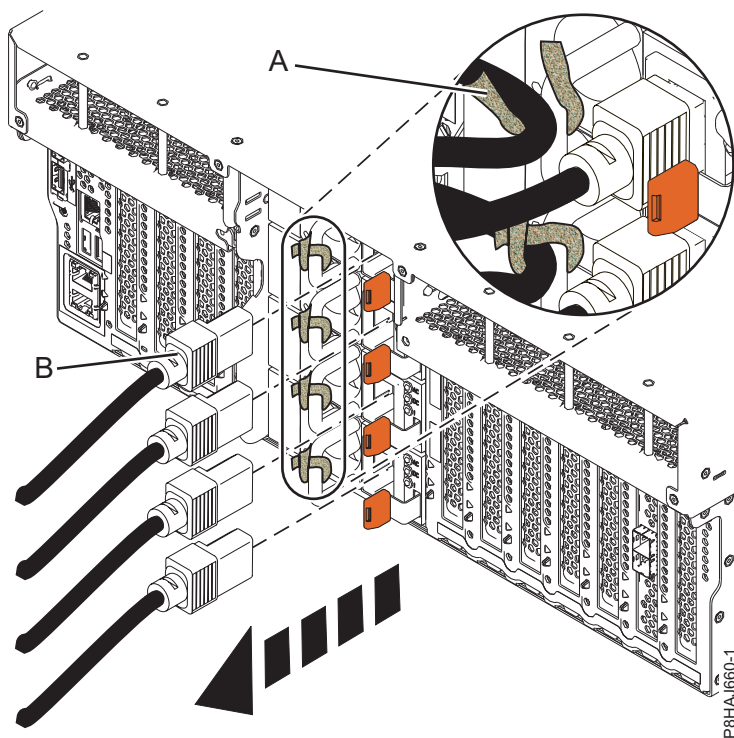
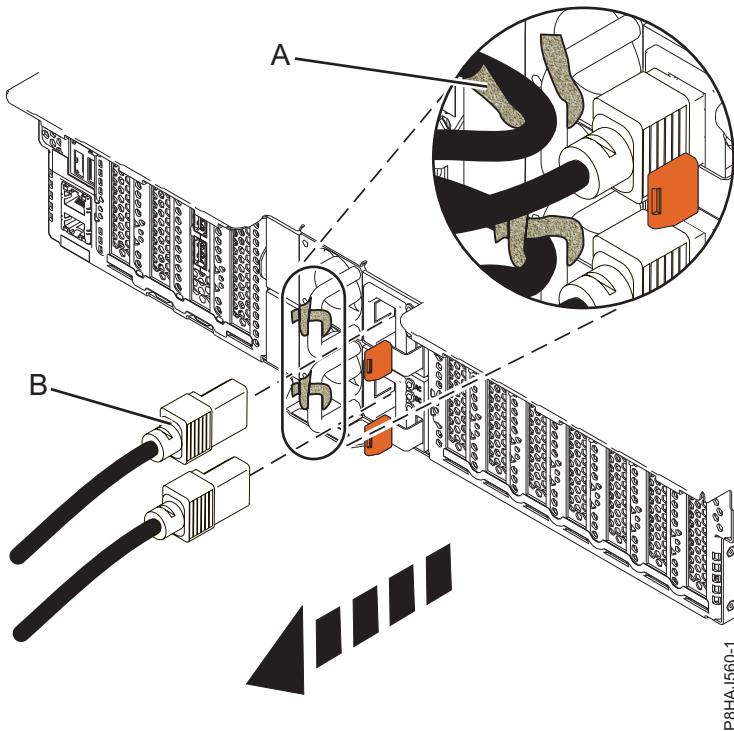
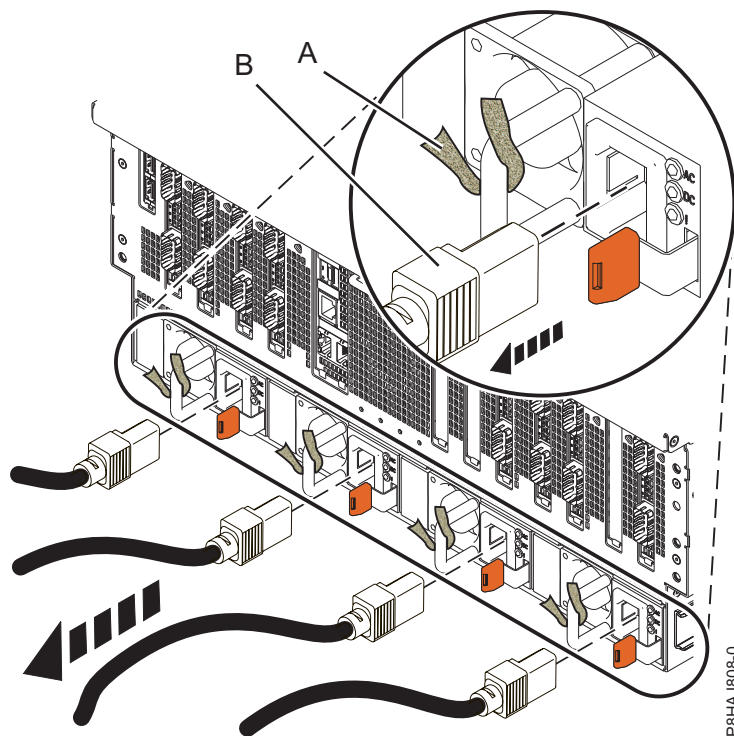

Figura 53. Removendo os cabos de energia de um sistema 8247-42L, 8286-41A ou 8286-42A
Figura 54. Removendo os cabos de energia de um sistema 5148-21L, 5148-22L, 8247-21L, 8247-22L, 8284-21A ou 8284-22A
Figura 55. Removendo os cabos de energia de um sistema 8408-44E ou 8408-E8E
- Desconecte os cabos de energia **(B)** da unidade de sistema. Consulte Figura 53 na página 64, Figura 54 na página 64 ou Figura 55 na página 65, dependendo do tipo do seu sistema.